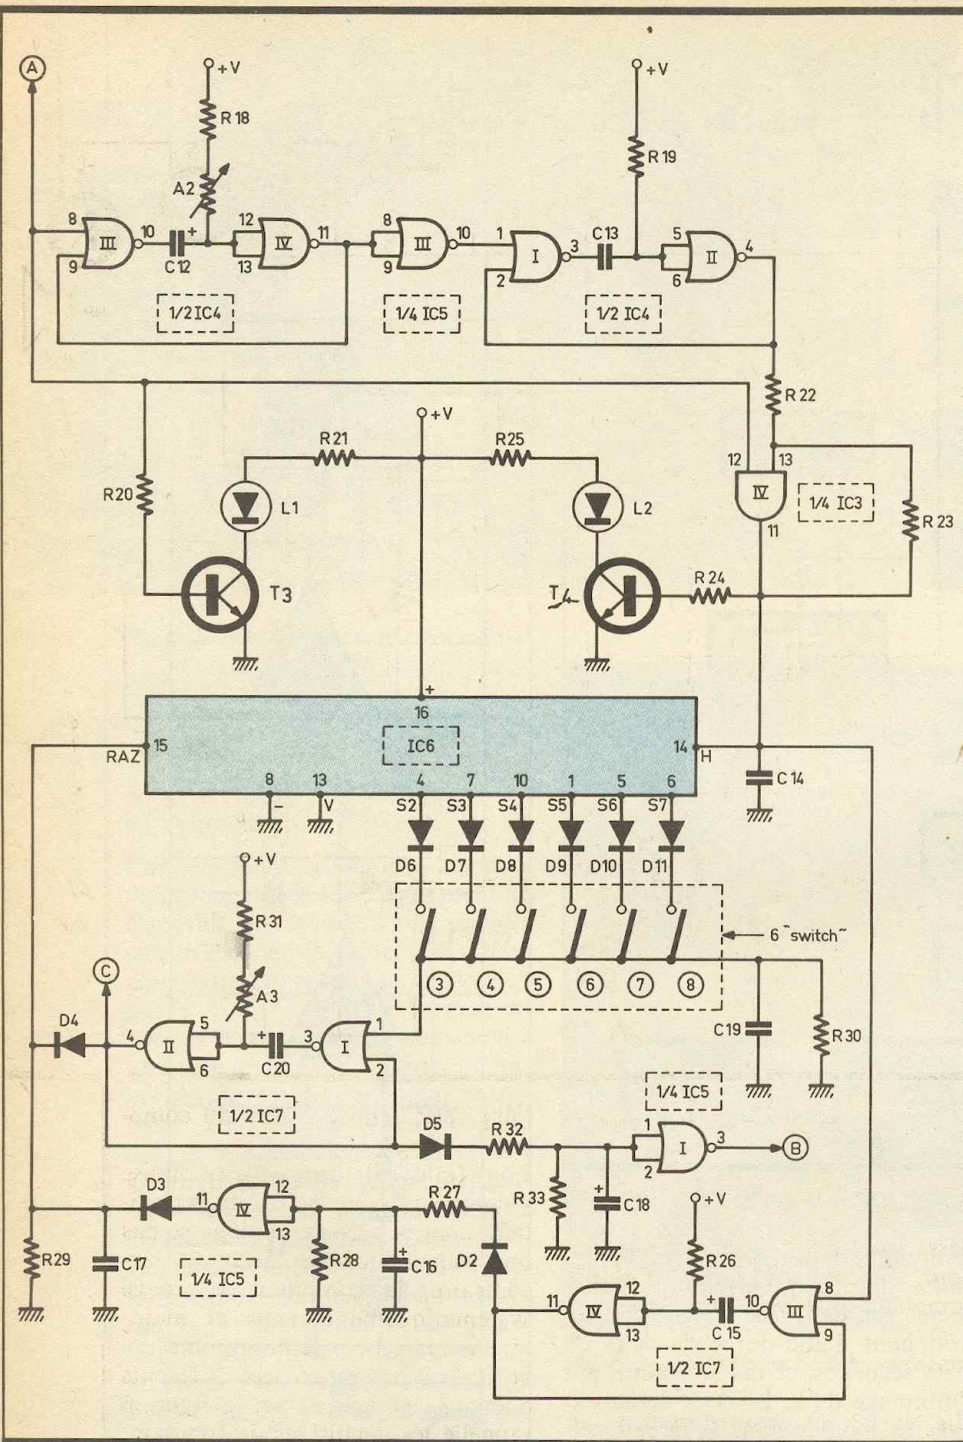

Fig. 3 *Elimination des bruits courts et mise en évidence des bruits périodiques.*
d) Elimination des bruits de courte durée (fig. 3)
e) Comptage des bruits périodiques (fig. 3)
f) Atteinte de la limite fixée de comptage (fig. 3)